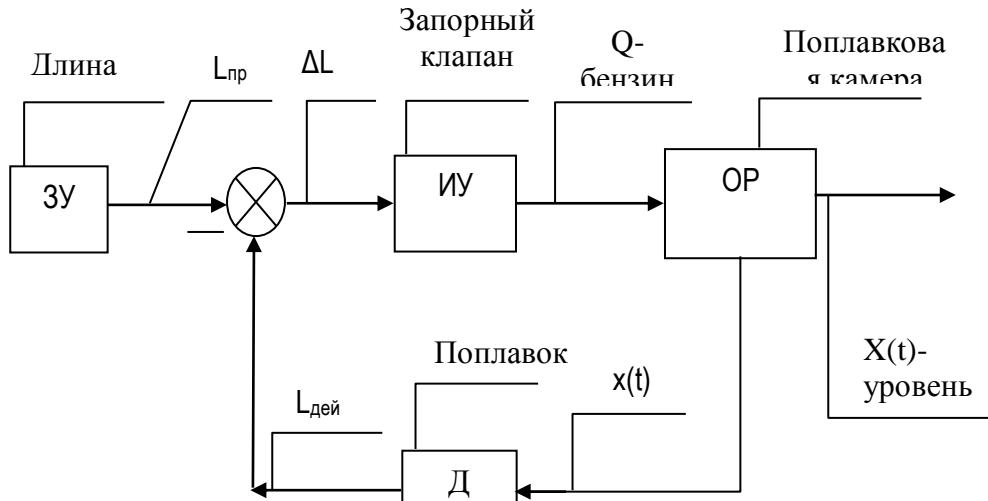

Рис. 4. Функциональная схема системы автоматического регулирования бензина в поплавковой камере.
На основании рис. 2 и 3 составляем функциональную схему регулирования уровня топлива в поплавковой камере, которая показана на рис. 4.
2. Согласно полученной функциональной схеме (рисунок 4) сигнал с регулируемого параметра (уровень бензина) через главную обратную связь (поплавок) подается на сравнивающее устройство регулятора. Регулирование происходит пропорционально ошибке регулирования или по отклонению действительного значения уровня бензина от заданного. Алгоритм регулирования соответствует принципу регулирования по отклонению.